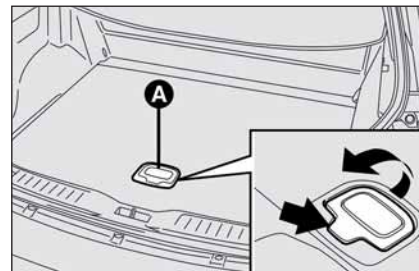
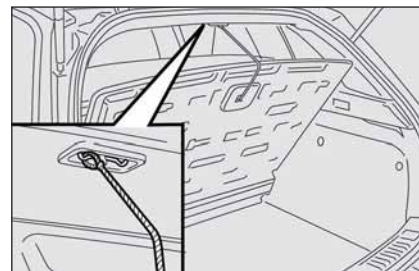

fig. 109
fig. 110
- soulever la poignée prévue **A-fig. 109** en appuyant dans le point indiqué par la flèche en correspondance de l'inscription "PUSH", soulever le plan de charge et le fixer par la ficelle prévue à cet effet à l'accrochage supérieur sur le pavillon, en procédant comme illustré sur la **fig. 110**.
- soulever la poignée prévue **A-fig. 109** en appuyant sur le point indiqué par la flèche en correspondance de l'inscription "PUSH" et en l'utilisant pour défilier le plan de charge de son dispositif de retenue en le soulevant légèrement et en le tirant vers l'extérieur; l'articulation côté siège aidera pendant la manoeuvre.
- soulever la poignée prévue **A-fig. 109** en appuyant sur le point indiqué par la flèche en correspondance de l'inscription "PUSH" et en l'utilisant pour défilier le plan de charge du tapis du coffre à bagages et le tirer vers l'extérieur; l'articulation côté siège aidera pendant la manoeuvre.